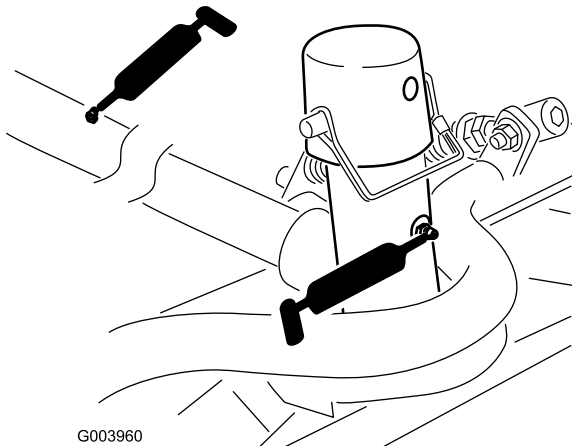

Figura 53
- Estrutura de suporte e articulação da unidade de corte (2 de cada) (Figura 53)